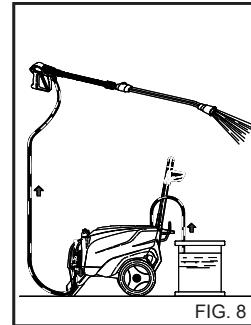

FIG. 8
Na het gebruik met een wasmiddel dient het aanzuigcircuit van het wasmiddel met schoon water gespoeld te worden (Fig. 8).
1) Na het gebruik met schoonmaakproduct, het watercircuit spoelen: de pomp 1 minuut laten draaien met de doseer kraan volledig dichtgedraaid. (Fig. 8).
4) Na het gebruik met schoonmaakproduct, het watercircuit spoelen: de pomp 1 minuut laten draaien met de doseerkraan volledig dichtgedraaid. (Fig. 8).